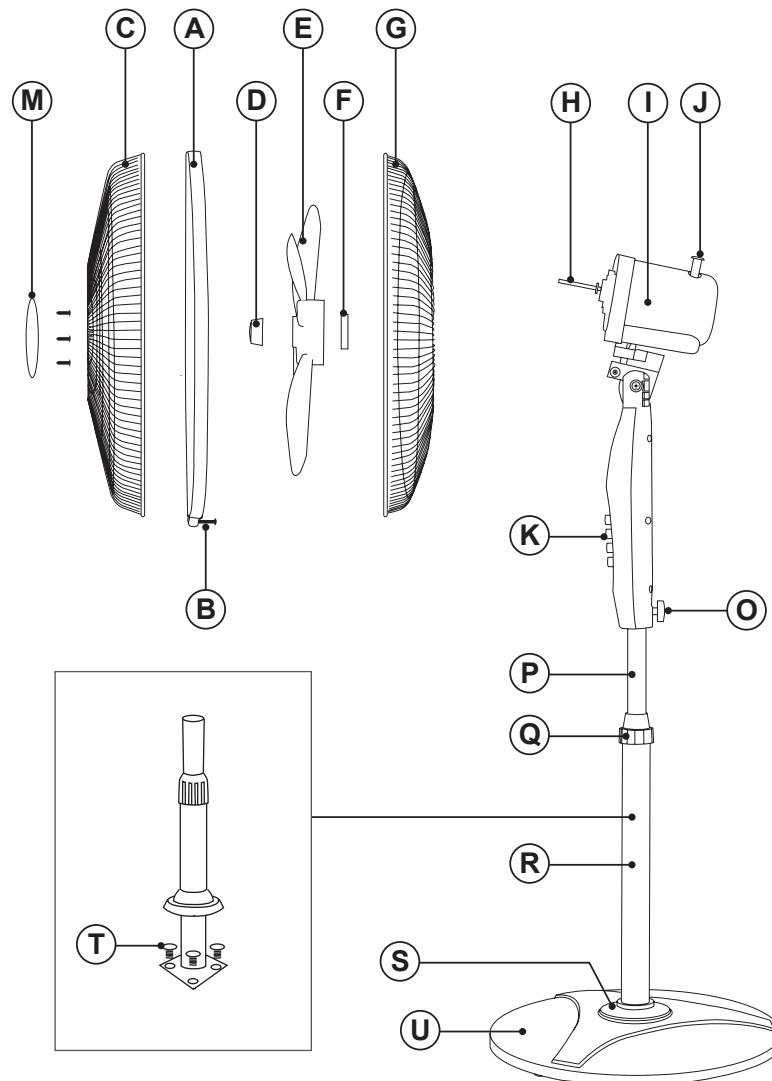

Fig.1
- Coloque la base en el cuerpo principal y fíjela con los tornillos suministrados (Fig.1).